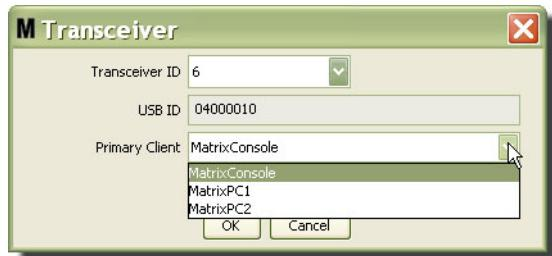

Рис. 91
- Чтобы изменить основной клиент, назначенный приемопередатчику, нажмите стрелку поля «Primary Client» [Основной клиент]; появится следующий выпадающий список: Рис. 91. Назначение основного клиента приемопередатчику нужно для направления запросов допуска склада продукции (PRA – Parts Room Authorization) от расходомеров на нужный клиент ПК. Если режим PRA не используется, можно назначить все приемопередатчики по умолчанию стандартному клиенту консоли Matrix.